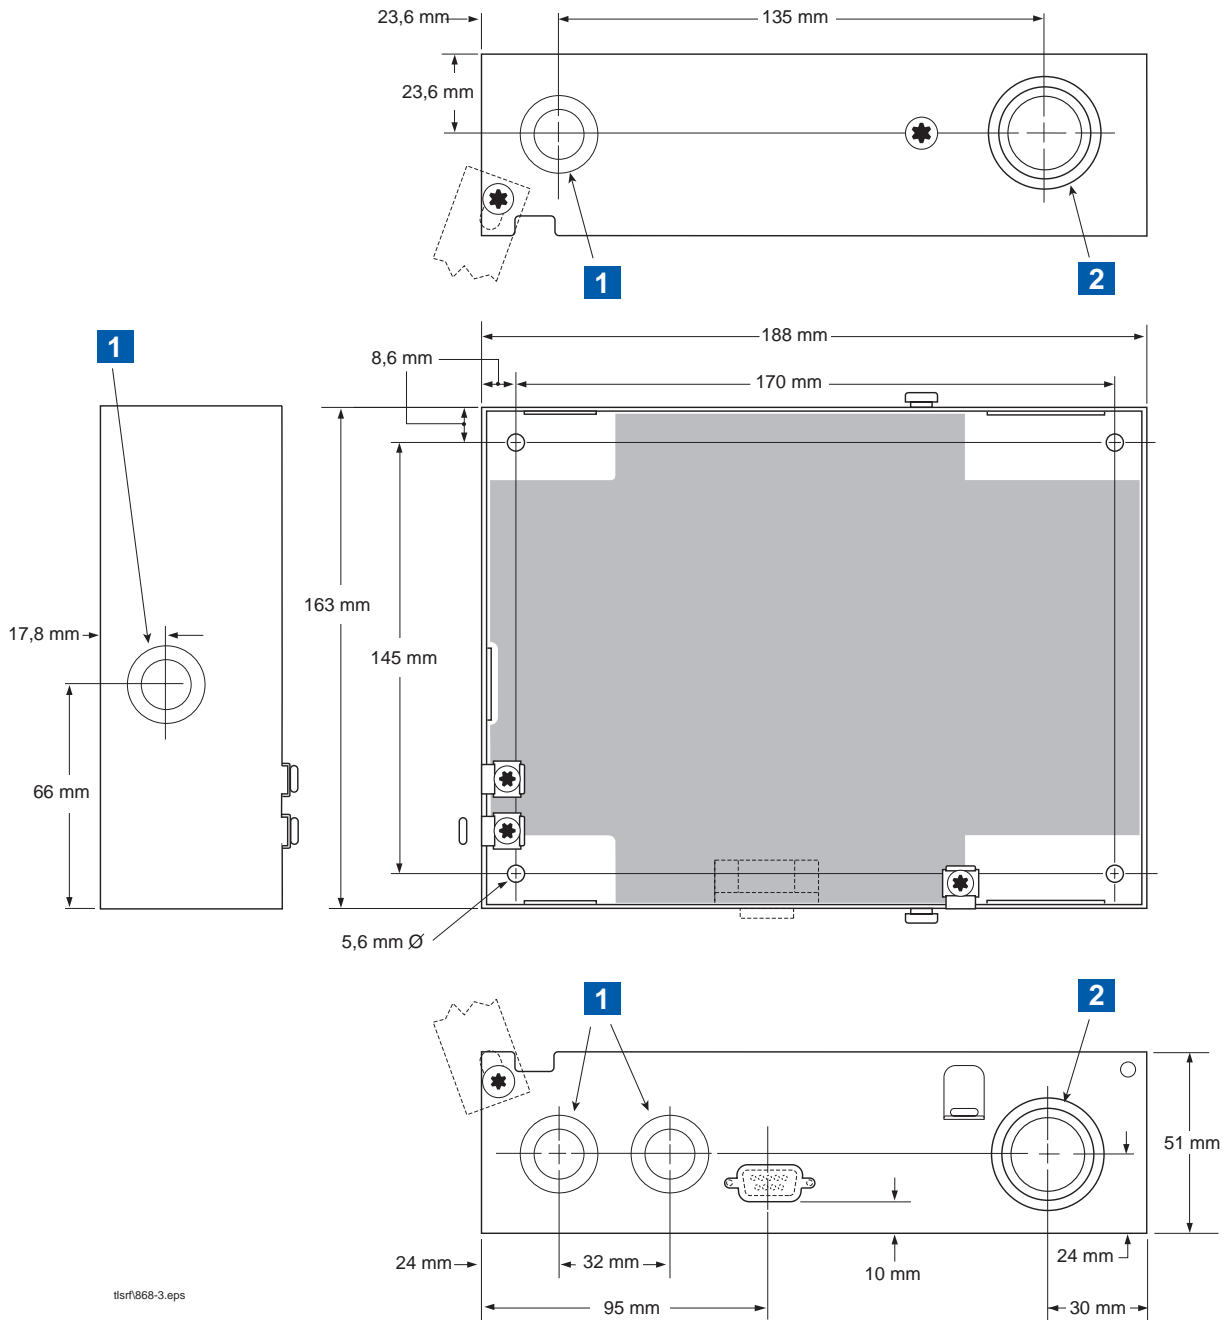
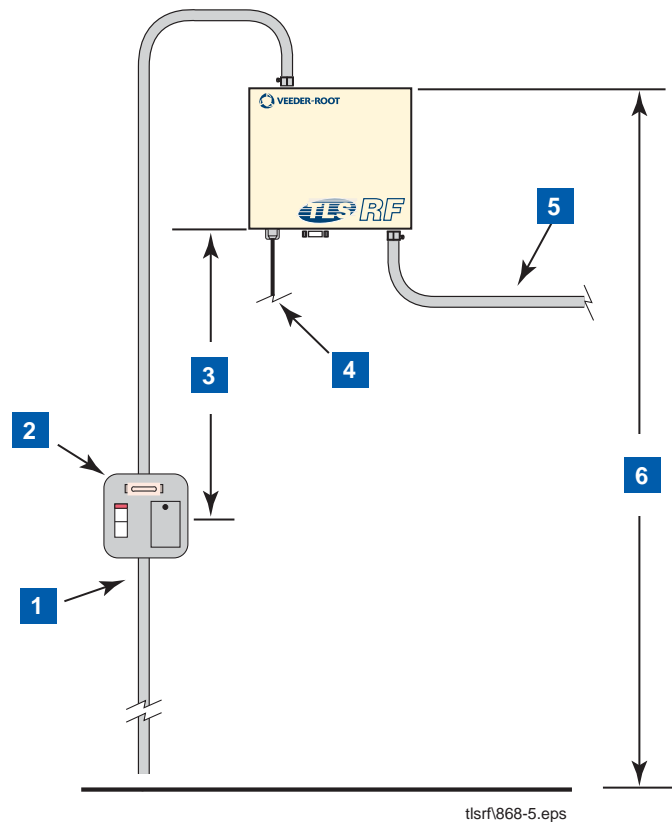

Abbildung 3. Abmessungen von TLS RF und Gehäuseausbrüche
Abbildung 5. Einbau des TLS RF
Abbildung 3 zeigt die Abmessungen des TLS RF.
LEGENDE FÜR NUMMERIERTE KÄSTCHEN IN ABBILDUNG 3
Abbildung 5 zeigt die empfohlene Geräteinstallation. Installieren Sie das Gerätegehäuse gemäß des in Abbildung 3 gezeigten Lochabstandes von 170 x 145 mm. Es können Befestigungsschrauben von bis zu 4,7 mm Durchmesser verwendet werden.
LEGENDE FÜR NUMMERIERTE KÄSTCHEN IN ABBILDUNG 5
- Für die Details der Kabelausbrüche im TLS RF siehe Abbildung 3. Die Netzverdrahtung darf nur in einer dieser Leitungseinführungen eingeführt werden.